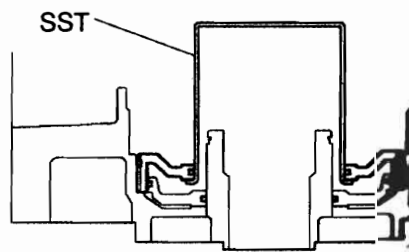

图 12-1-67
(70) 拆下制动器反冲套筒。如图 12-1-67 所示, 用 SST 拆下反冲套筒, 并从反冲套筒上拆下 O 形圈。